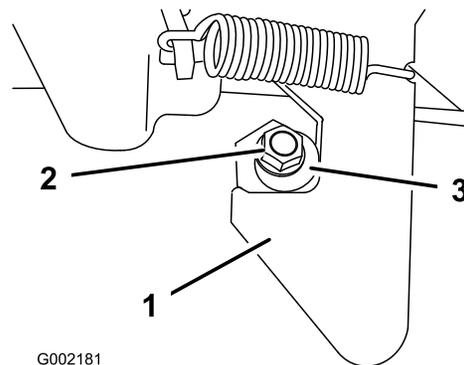

図 49
1. ラッチポストの端についているロックナットをゆるめる 図 49。
2. ラッチポストを右回りに回転させてラッチのフック部にちょうど嵌るようにする 図 49。